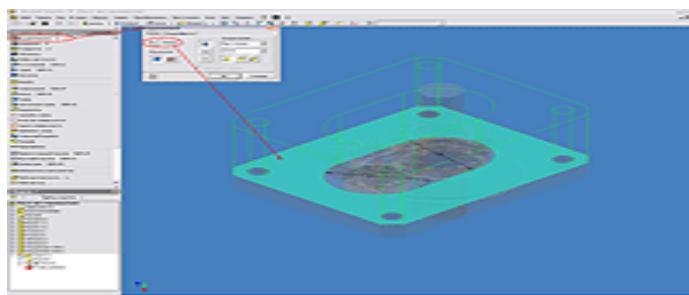

Рисунок 6
6. Переходим из режима редактирования эскиза в режим работы с конструктивными элементами нажав кнопку «Возврат» и производим выдавливание формы детали «Корпус» (см. Рисунок 6).